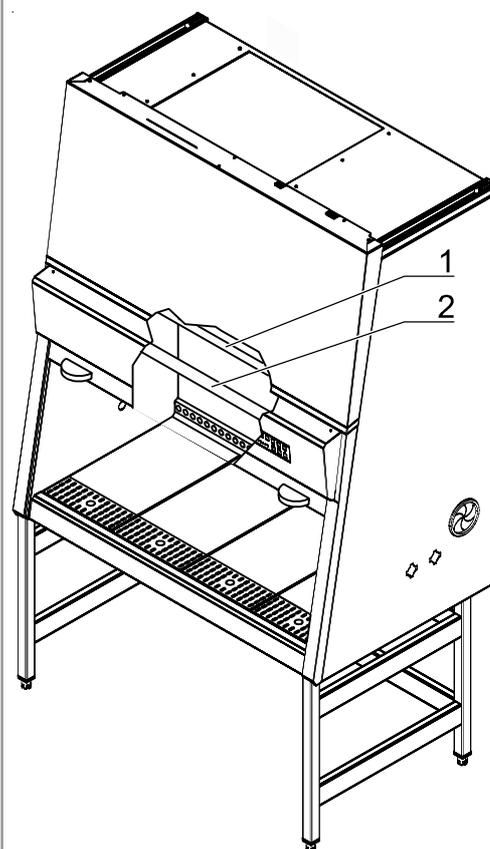

Fig. 17
**Fig. 17:** Il radiatore UV [1] opzionale interno all'apparecchio è installato direttamente nello spazio utile, dietro il vetro frontale. Il radiatore UV deve essere sostituito dopo 1500 ore di funzionamento.